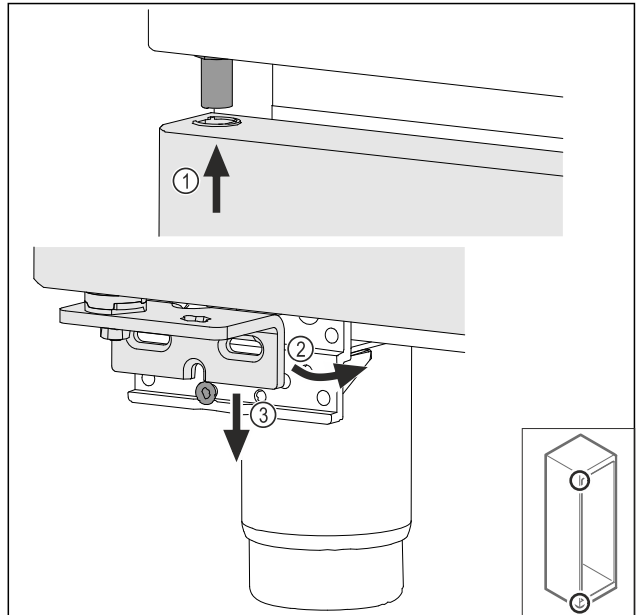

Fig. 69
- Tür leicht gekippt oben einfädeln Fig. 69 (1), Tür gerade ausrichten Fig. 69 (2) und unten auf die Lagerbockschraube Fig. 69 (3) aufsetzen.